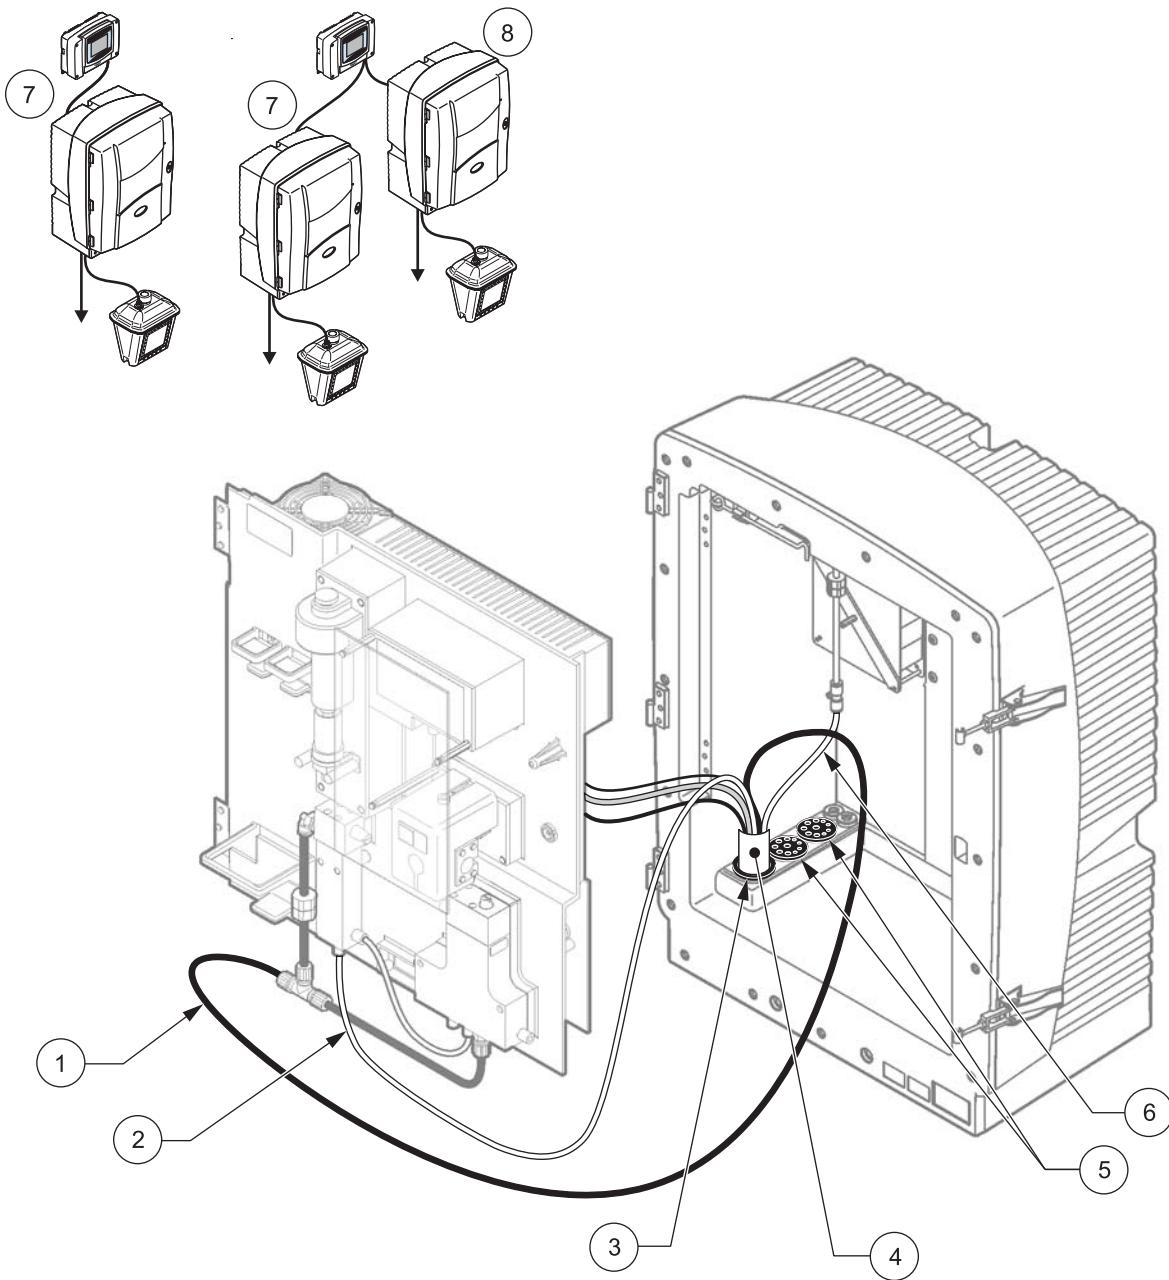

图 22 选项 1 设置
请参考图 22 以及选项 1 的以下说明：
2. 通过分析器开口引出过滤器探头 sc 软管（取样管、电缆和排放管）(图 22, 项目 4)。使用 2 号密封塞加固。